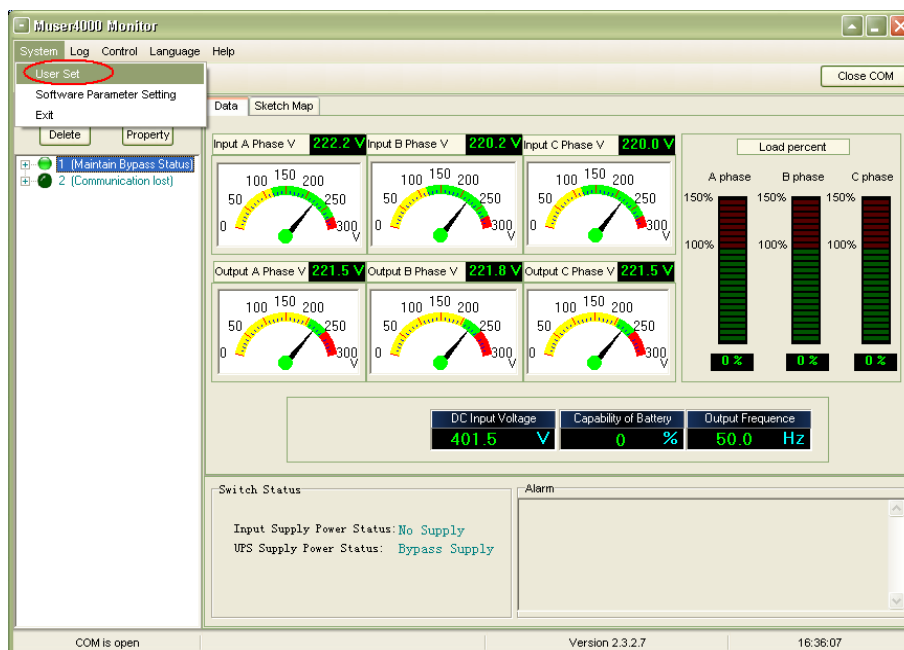

Fig. 5-11 Localización del menú ajustes
- 2 Abra el software Muser5000, tras conectar con éxito con el SAI, haga clic en «System» (sistema) > «User Set» (ajuste de usuario) (Fig. 5-11).